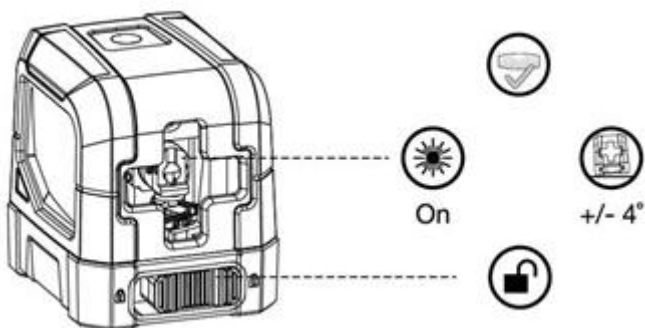

Figura 3.
- fasciculul (razele laser) clipește rapid atunci când instrumentul este în afara domeniului de auto-nivelare ( $4^\circ \pm 1^\circ$ ). Vezi figura 3.